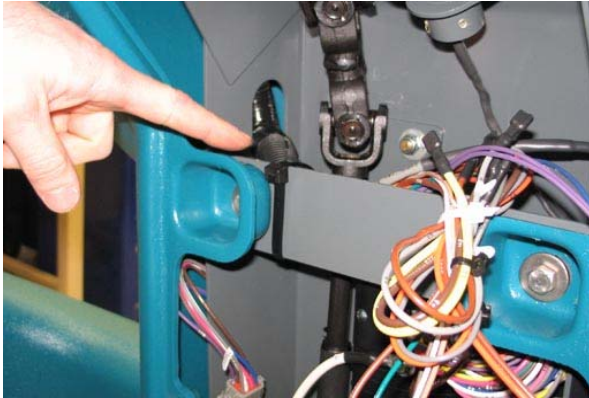

ABB. 65
34. Befestigen Sie den Kabelbaum mit einem Kabelbinder am oberen Querträger des Lenkanals und damit außer Reichweite des Lenkschafts. (Abb. 65)